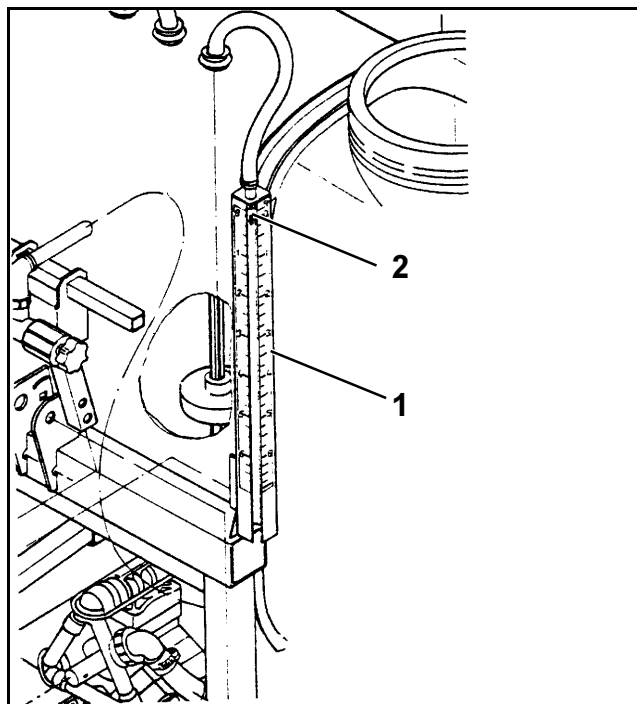

Рис. 30
- Количество жидкости в баке считывайте на шкале (Рис. 30/1) указателя уровня по стрелке (Рис. 30/2).